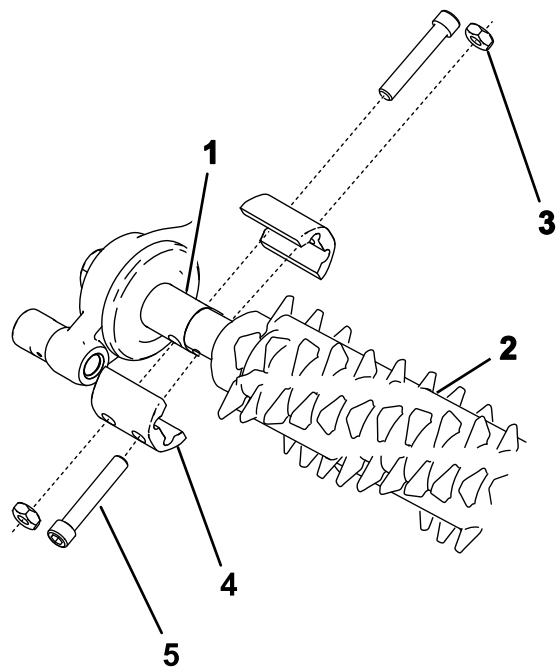

図 16
2. グルーマアセンブリを、グルーマ駆動ボックスのスタブシャフトとアイドルアセンブリとにセットする 図 16。
3. 図 16のように、グルーマをマシンに取り付けるボルトは軽く締めた状態にする。